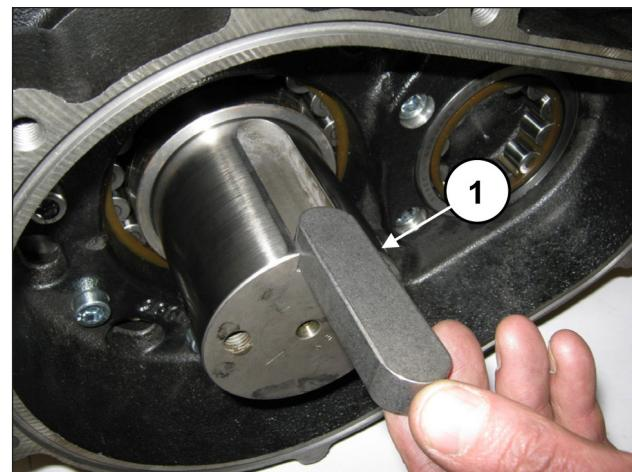
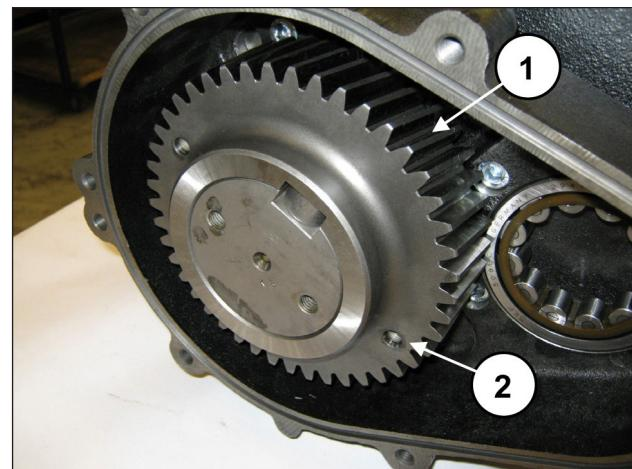

Рис. 76
Рис. 77
Установите шпонку 22x14x80 в гнездо на валу (поз. ①, Рис. 76) и наденьте зубчатое колесо на вал (поз. ①, Рис. 77).
Ведомая шестерня должна быть установлена так, чтобы оба отверстия M8 (используемые для съема) были обращены наружу насоса (поз. ②, Рис. 77).